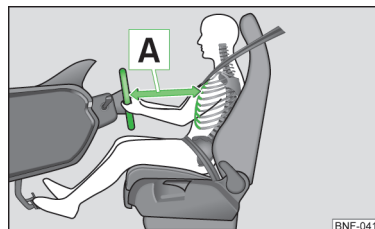

Bild 1
- ✓ Ställ in ratten så att avståndet **A** mellan ratten och bröstbenet uppgår till minst 25 cm » bild 1.